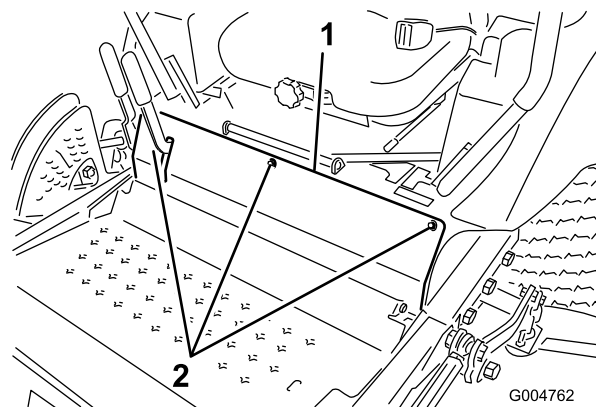

Figura 61
3. Togliete i bulloni che fissano il pannello anteriore, e rimuovete il pannello (Figura 61).